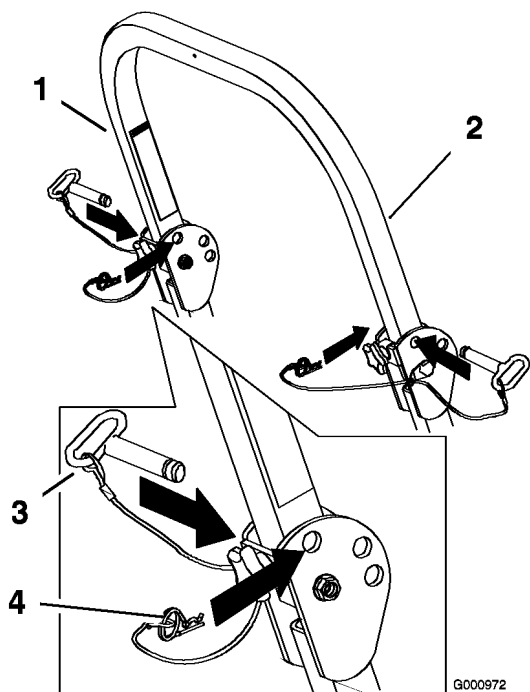

Figure 7
2. Retirez les goupilles fendues puis les deux axes (Figure 7).
4. Posez les deux axes et fixez-les avec les goupilles fendues (Figure 7).
5. Pour relever l'arceau de sécurité, retirez les goupilles fendues puis les deux axes (Figure 7).
6. Relevez complètement l'arceau de sécurité puis insérez les deux axes et fixez ces derniers avec les goupilles fendues (Figure 7).